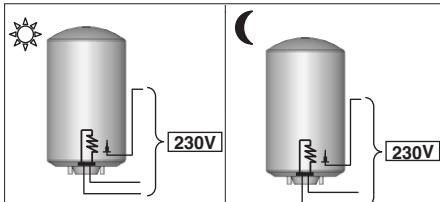

Figura 14 – PROfessional TECH Alimentação permanente
- > Resistência e PROfessional TECH ⇒ Alimentação contínua (Figura 14).